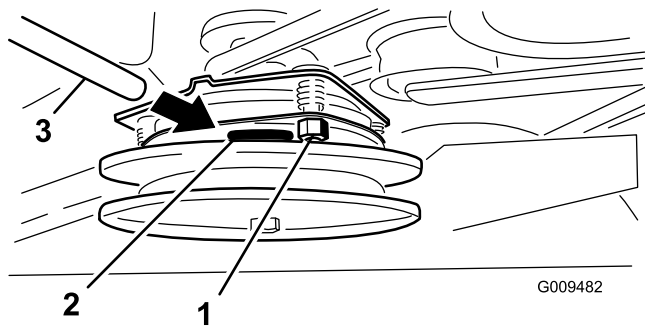

Figura 58
2. Si no es correcto, ajuste el entrehierro a 0.381 mm (0.015 pulgadas) en cada una de las tres posiciones de la ranura de ajuste. Apriete las contratuercas hasta fijar ligeramente la galga pero dejando que ésta se pueda mover con facilidad en el entrehierro (Figura 58).